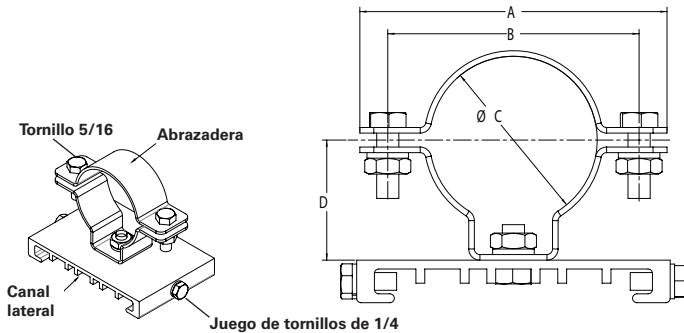

Figura 7. PM KIT – de detalles del montaje del poste
2. Comprobar antes de la instalación que el diámetro de fijación de la abrazadera (ver la Figura 7) sea compatible con el diámetro del poste. Las abrazaderas están disponibles en los siguientes tamaños 1.65" (42 mm), 2.00" (51 mm) y 2.36" (60mm).
4. Deslizar los dos (2) soportes del montaje del poste sobre el dispositivo, engranando la brida en la parte superior del dispositivo.
5. Ajuste los dos (2) tornillos de 1/4" y fíjelos en cada soporte deslizante hasta que lleguen al fondo (ver la Figura 7). Torsión para 78 pulgadas-libras (8,8 N-m).
6. Retirar los dos (2) tornillos de 5/16", arandelas de presión y tuercas de cada abrazadera y retirar las mitades superiores de la abrazadera.
9. Instalar las dos (2) mitades superiores de la abrazadera, tornillos de 5/16", arandelas de presión y tuercas de cada abrazadera.